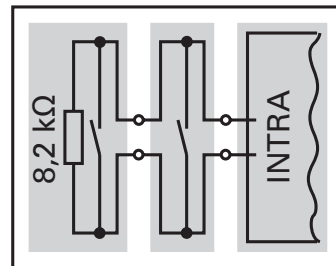

Abb. 10
- mehrere Schaltleisten am gleichen Eingang müssen in Serie geschaltet werden (Abb.10)
- Die letzte Schaltleiste muss mit 8,2 kOhm abgeschlossen werden (Abb.10)